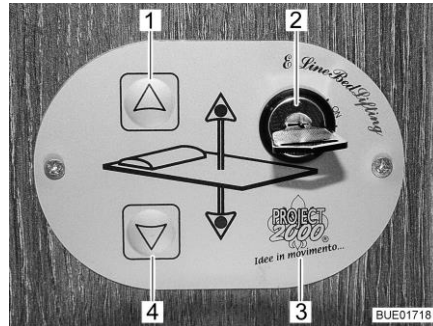

Bild 141 Kontrollenhet
Med knapparna (Bild 141,1 och 4) på kontrollenheten (Bild 141,3) sänks och lyfts den höjbara sängen. Med nyckelbrytaren (Bild 141,2) säkras kontrollenheten mot obehörig användning.
- Vrid nyckeln i nyckelbrytaren (Bild 141,2) 90° medurs på ställningen "On". Kontrollenheten (Bild 141,3) är aktiverad.
- Tryck på pilknappen (Bild 141,4) och håll den så länge intryckt till den höjbara sängen sänks ned till önskad position.
- Tryck på pilknappen (Bild 141,1) och håll den så länge intryckt till den höjbara sängen lyfts fram till gränsställningen.
Nöddrift Om den höjbara sängen inte längre går att flytta med pilknapparna (Bild 141,1 och 4) kontrollera först säkringarna (se avsnitt 9.12.1). Om säkringarna är ok och den höjbara sängen ändå inte går att flytta, kan den höjbara sängen manövreras manuellt.